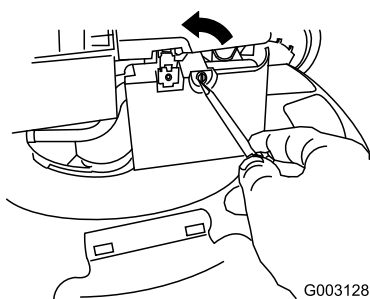

Bild 34
2. Öffnen Sie die Luftfilterabdeckung mit einem Schraubenzieher (Bild 34).